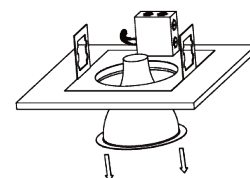

Fig. 2
- Couper l'alimentation du circuit avant de commencer l'installation. Retirer la garniture existante ainsi que l'ampoule CFL ou incandescente. **REMARQUE :** respecter toutes les réglementations fédérales et locales lors de l'élimination des luminaires et des composants retirés (Fig. 2).